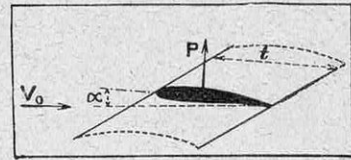

FIG. 5. — INCIDENCE ET PORTANCE D'UNE AILE DANS UN COURANT UNIFORME
Considérons d'abord le cas le plus simple, celui où on peut assimiler l'aile à un cylindre indéfini, dont la section droite présente le profil, terminé par une arête vive, tel que le montre la figure 5. Dans ce cas, la portance  $P$ , c'est-à-dire la composante verticale de la force exercée sur l'aile, est proportionnelle à l'angle d'attaque (désigné sur cette figure par  $\alpha$ ) (1), ainsi qu'à d'autres facteurs, le carré de la vitesse  $V_0$ , la corde